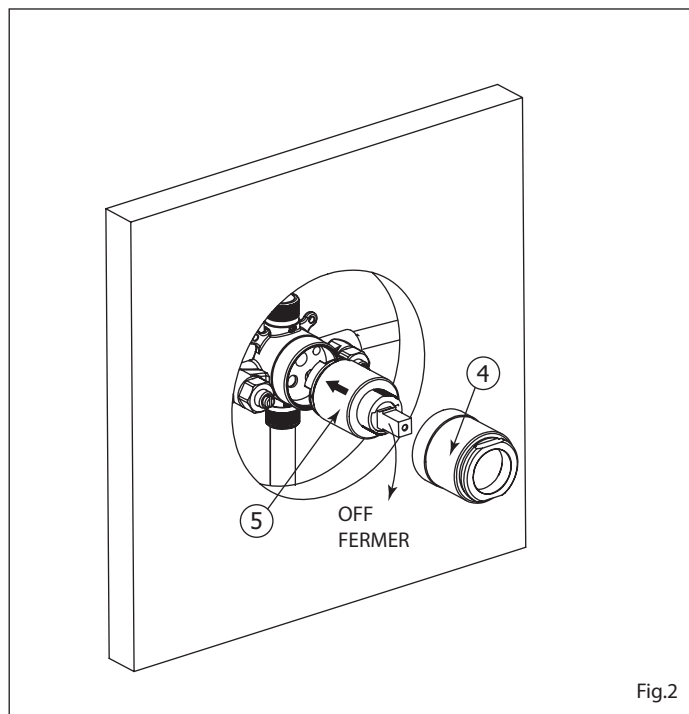

Fig.2
Insert the cartridge into the valve body as shown (Fig.2).
Insérer la cartouche (5) dans la valve tel qu'illustré. (Voir Fig.2). Revisser le manchon (4) en place.